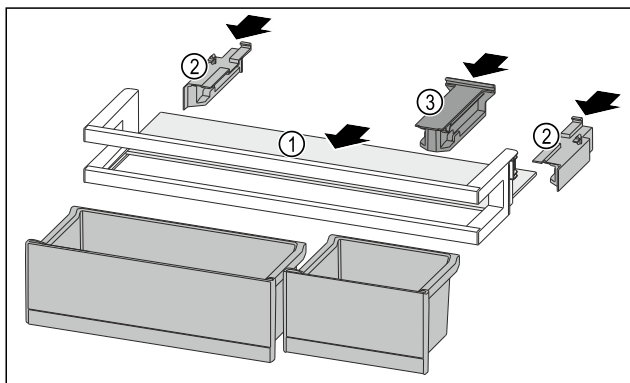

Fig. 278
- Inserire il ripiano Fig. 278 (1) negli incavi laterali.
- Inserire gli elementi laterali Fig. 278 (2).
- Inserire l'elemento di tenuta Fig. 278 (3).